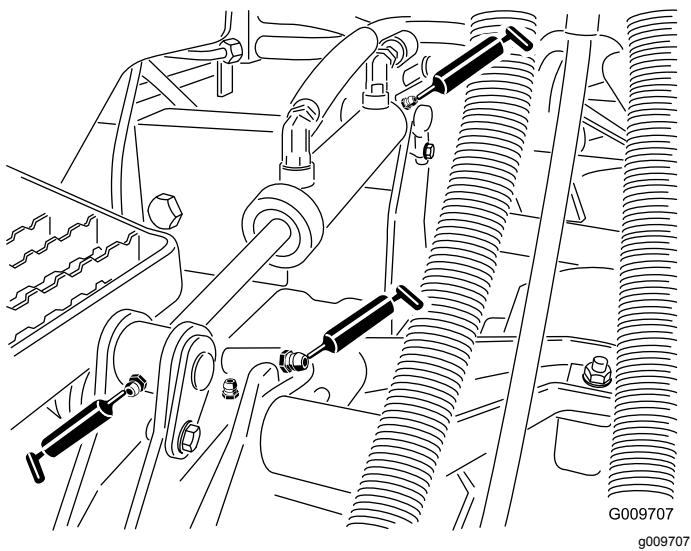

Figura 29
- Casquillos de los cilindros de elevación (2 por carcasa) (Figura 29).